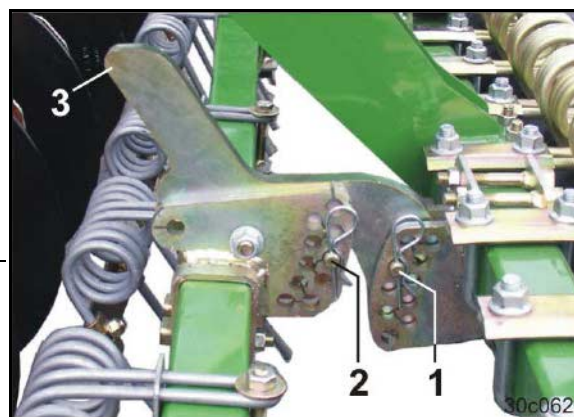

Bild 90
3. Håll fast spetsbalken i bärmshandtaget (Bild 90/3).
4. Ställ in harvspetsarnas arbetsdjup genom att sticka in bulten (Bild 90/1) i bärmshandtaget.
6. Justera spetsarnas lutningsvinkel mot marken genom att flytta bulten (Bild 90/2)
Se till att bulten (Bild 90/2) fästs nedanför bärmshandtaget (Bild 90/3) justersegmentet.
Lutningsvinkeln blir större ju djupare bulten (Bild 90/2) sätts fast i justersegmentet.
7. Säkra bulten (Bild 90/2) med en fjädersprint efter varje förflyttning.